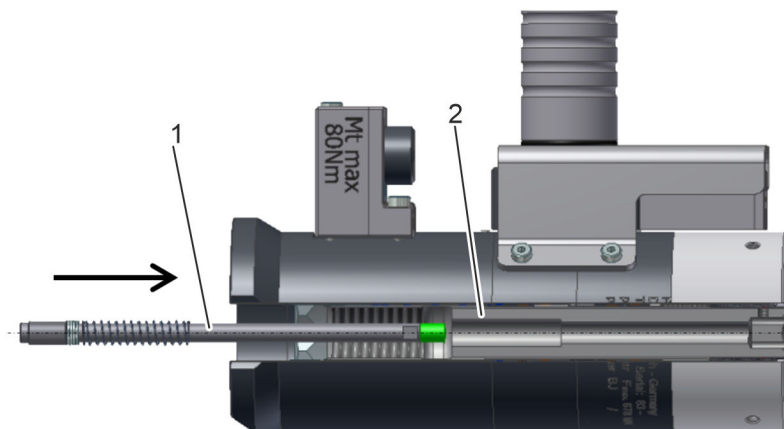

Рис. 16: Натяжной болт
4. ➔ Вставить смонтированную мерную линейку (Рис. 16/1) в натяжной болт (Рис. 16/2).